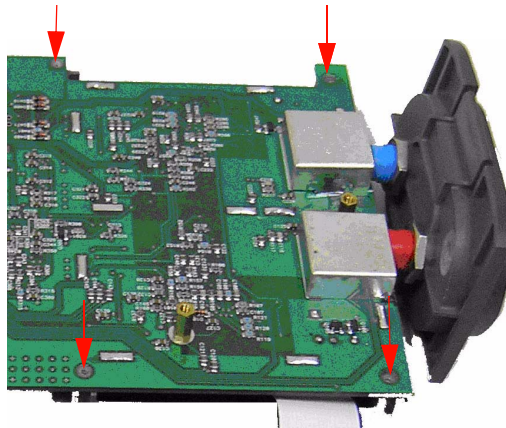

Figura 8-14 Extraiga los cuatro tornillos para desmontar la pantalla LCD
- 2 Retire los cuatro tornillos señalados en la Figura 8-14.